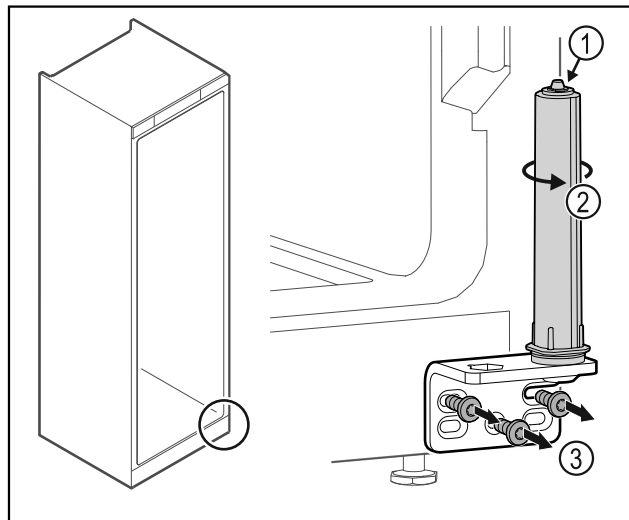

Fig. 39
- Ne szedje szét az ajtó zárrendszerét Fig. 39 (1).
- Forgassa el a zárrendszert Fig. 39 (2), amíg az be nem kattann.
- Csavarozza le a csuklópántot Fig. 39 (3).